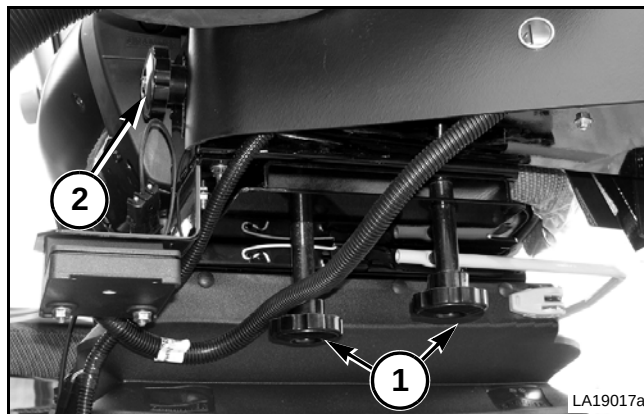

FIG. 9
FIG. 9: La posición hacia adelante y hacia atrás de la consola de control puede ajustarse aflojando las dos perillas de deslizamiento (1) debajo de la consola, moviendo la consola y a continuación, apretando las perillas.